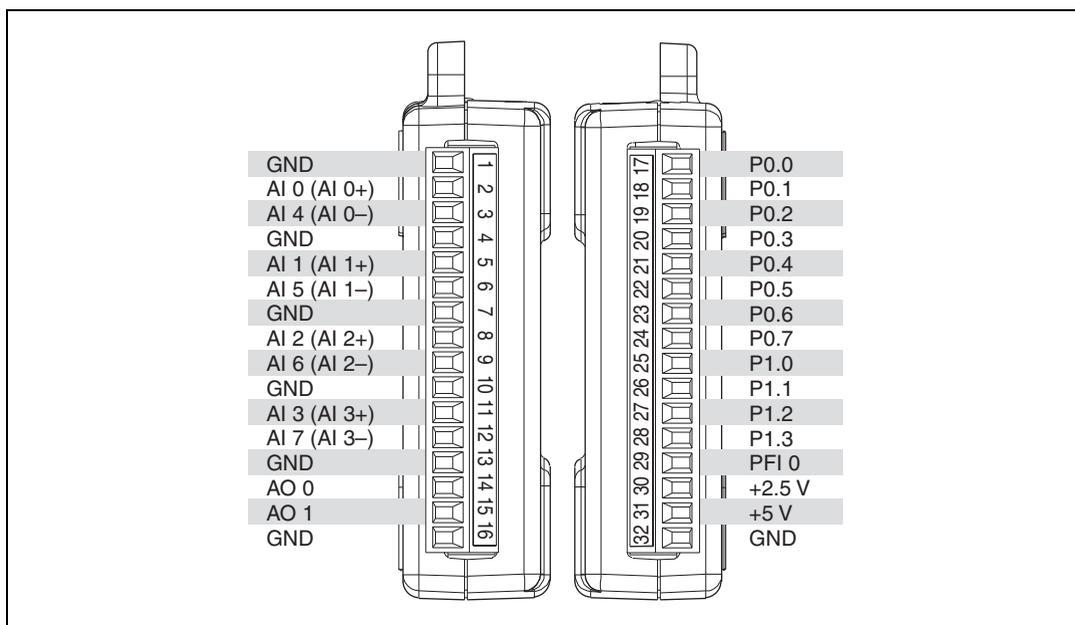

Figure 6. Brochage des périphériques NI USB-6008/6009
- Connectez les fils (16 à 28 AWG) d'un câble blindé, multiconducteur aux borniers à vis en enlevant l'isolation sur une longueur de 6,35 mm (0,25 pouces), en insérant les fils aux borniers à vis, puis en resserrant fermement les vis au couple de 0,22–0,25 N · m (2,0–2,2 livres-pouces) avec un tournevis à lame plate. Reportez-vous à la Figure 6 pour obtenir le brochage des NI USB 6008/6009.
La Figure 6 montre le brochage des périphériques NI USB-6008/6009. Les noms de signaux d'entrée analogique sont répertoriés comme noms d'entrée analogique (AI) asymétrique, AI x , suivis du nom de l'entrée analogique différentielle, (AI $x+/-$). Reportez-vous au Tableau 5 pour obtenir une description détaillée de chaque signal.